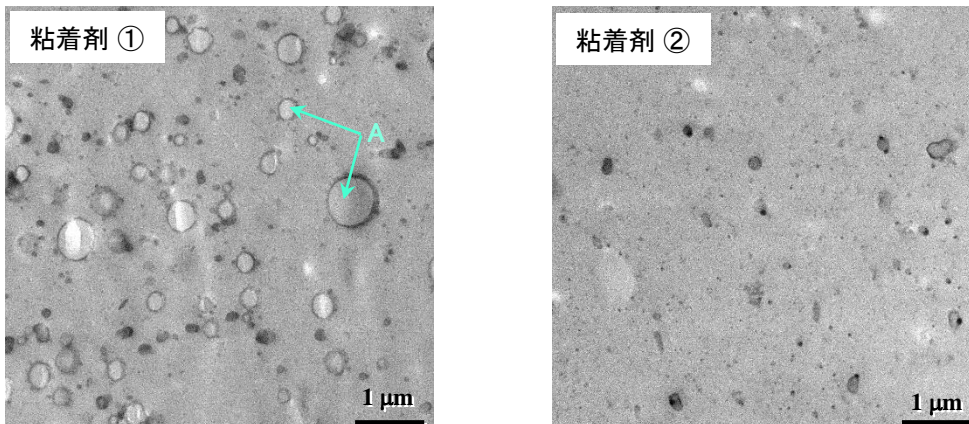

図2 エマルション系粘着剤 の断面TEM像
エマルション系粘着剤では、粘着物性向上のために粘着付与剤(タッキファイヤー)が添加されています。粘着剤内部でのタッキファイヤーの存在状態は、染色+超薄切片法によるTEM観察で観察が有効です。エマルション系粘着剤(粘着剤①、②)の内部形態をTEM観察した結果、粘着剤①の内部には、数100nmサイズの球形タッキファイヤーが観察されましたが[図2、A]、粘着剤②の内部には同様な形態はほとんど認められず、タッキファイヤーはマトリクスポリマーと相溶していることがわかりました[図2]。